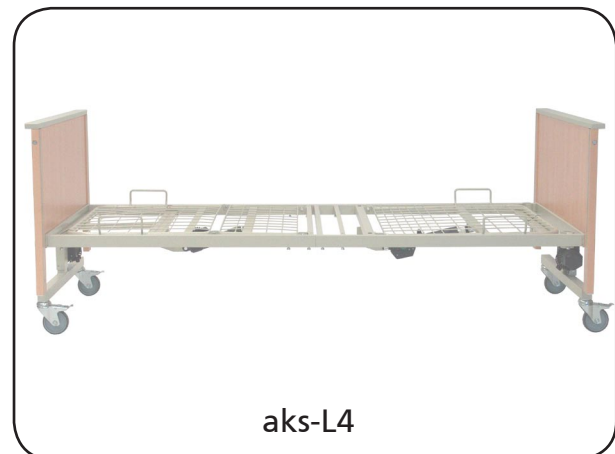

Abbildung 16
5. Heben Sie nun die beiden Liegeflächenhälften in der Mitte an und stecken Sie die Liegeflächenhälften zusammen. Drehen Sie die restlichen 4 Zylinderkopfschrauben ein und ziehen Sie anschließend alle Zylinderkopfschrauben mit dem beiliegenden Innensechskantschlüssel (6 mm) fest (Abbildung 16).